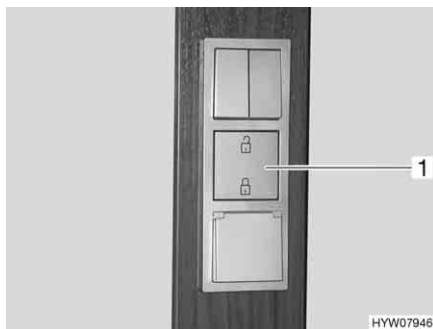

Fig. 88 Interruttore chiusura centralizzata per sportelli e cassetti
La chiusura centralizzata degli sportelli e dei cassetti viene azionata mediante il tasto centrale (Fig. 88,1) nel blocco dei tasti inferiore.
- Premere il tasto (Fig. 88,1) nella parte superiore. Gli sportelli e i cassetti del blocco cucina sono sbloccati.
- Premere il tasto (Fig. 88,1) nella parte inferiore. Gli sportelli e i cassetti del blocco cucina sono bloccati.
- Premere il tasto (Fig. 88,1) nella parte superiore.